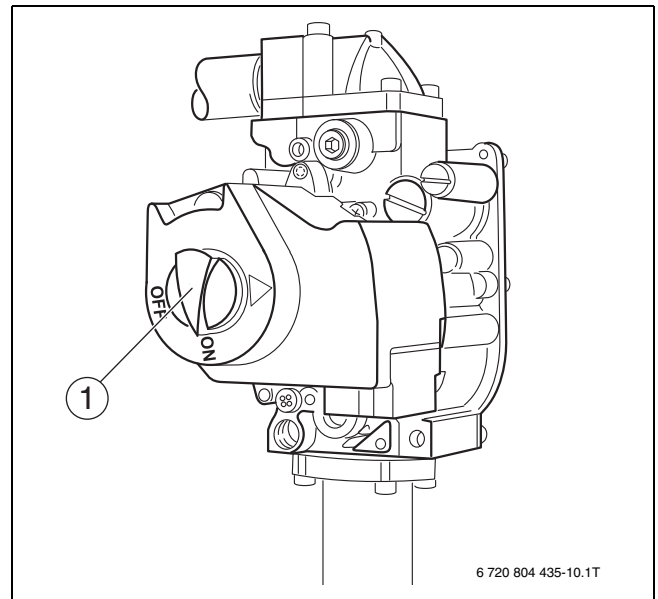

Fig. 10 Bloc gaz
- ▶ N'actionner l'interrupteur principal en aucun cas avec force (→ fig. 10).
- ▶ Tourner l'interrupteur principal (→ fig. 10) dans le sens anti-horaire sur la position ON.